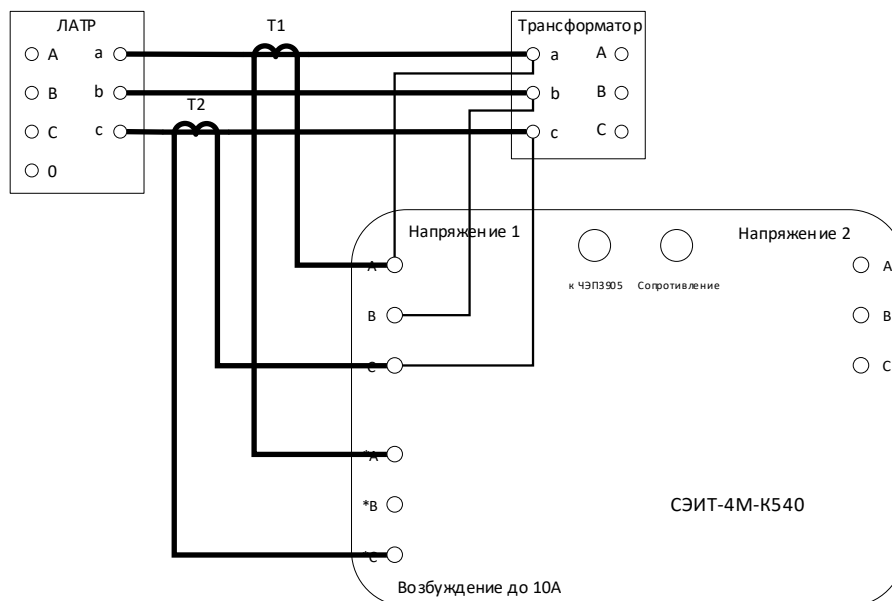

Рис. 24. Трехфазная схема с использованием внешних ИТТ.
**5.5.1.2.** При трехфазном подключении с использованием внешних измерительных трансформаторов тока (ИТТ) должна использоваться схема, представленная на рис. 24. Толстые соединительные линии на схеме – токовые провода соответствующего сечения (зависит от испытательных